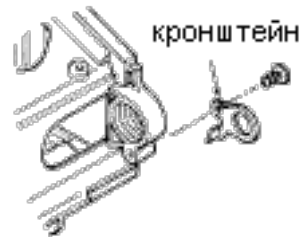
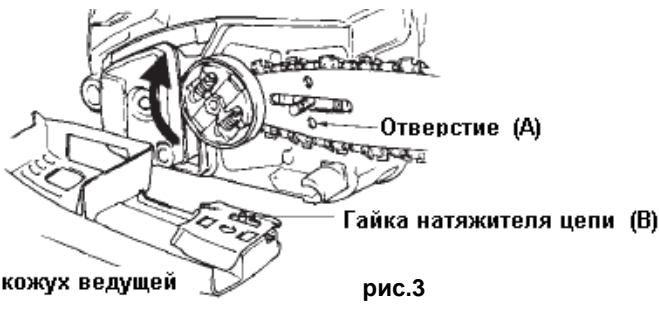

рис.2
рис.3
3. Закрепите кронштейн на задней стороне энергоблока с помощью шурупа (рис.2).
4. Установите пильную шину, затем установите пильную цепь вокруг шины и звездочки (рис.3).
7. Затяните гайку натяжителя цепи (В, рис.3) , соединив ее с нижним отверстием направляющей шины (А, рис.2) и установив крышку цепи. Убедитесь, что крышка цепи надежно закреплена.